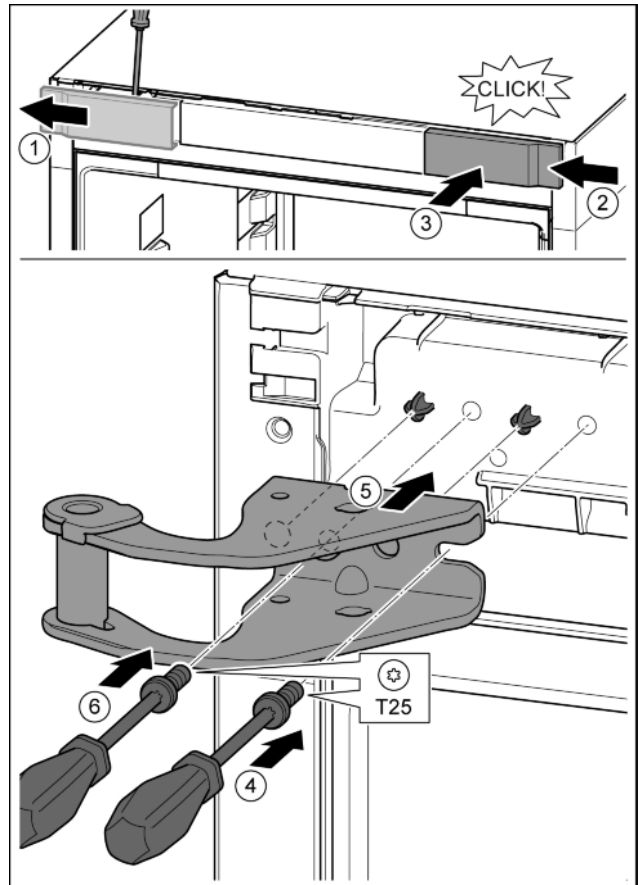

Fig. 12
- ▶ Abdeckung mit Hilfe eines Schraubendrehers lösen und seitlich abnehmen. Fig. 12 (1)
- ▶ Abdeckung um 180° gedreht auf der anderen Seite von rechts einhängen. Fig. 12 (2)
- ▶ Abdeckung einrasten. Fig. 12 (3)
- ▶ Schraube mit Schraubendreher T25 ansetzen. Fig. 12 (4)
- ▶ Oberen Lagerbock ansetzen. Fig. 12 (5)
- ▶ Schraube festdrehen. Fig. 12 (4)
- ▶ Schraube mit Schraubendreher T25 einsetzen und festdrehen. Fig. 12 (6)